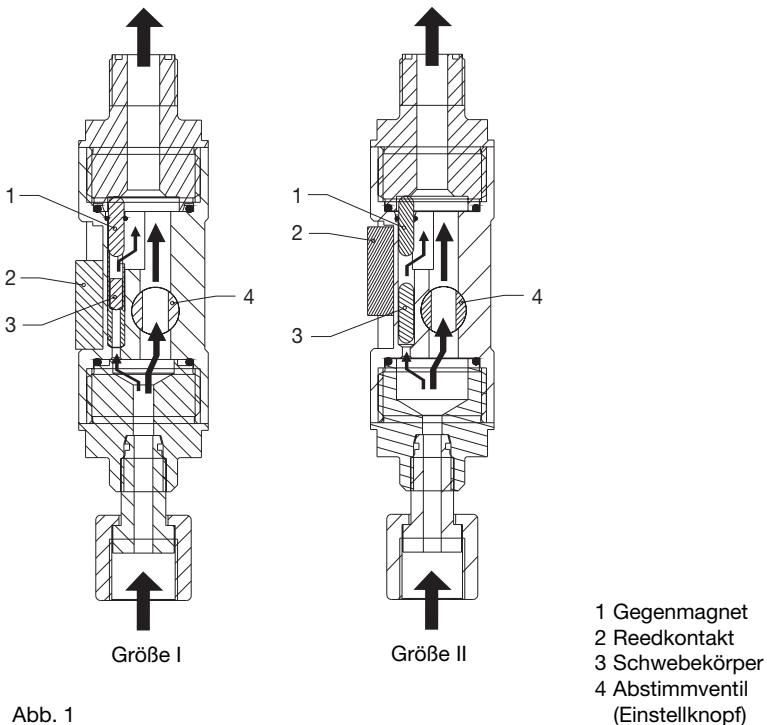

Abb. 1
Die Dosierüberwachung „Flow Control“ besteht prinzipiell aus einem Rohr mit Schwebekörper (3) und einem Bypass mit einstellbarem Querschnitt (siehe Abb. 1). Über den einstellbaren Querschnitt (Drehknopf) lässt sich die Flow Control auf das Hubvolumen der Pumpe abstimmen – Ihre Ansprechempfindlichkeit wird angepasst.